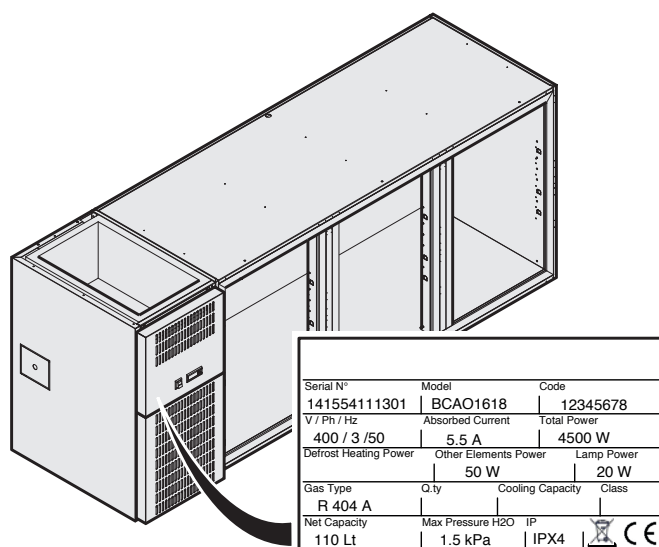

Fig. 1
- tome los datos del equipo, presentes en la placa de datos (**Fig. 1**);